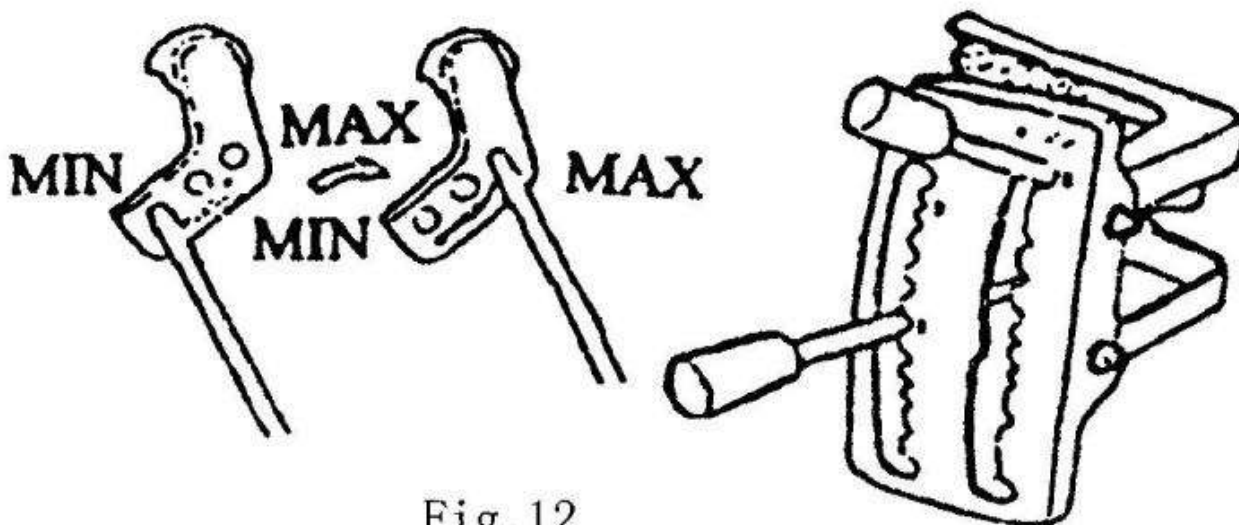

Fig. 12
2) Rozpylanie. Ustaw wielkość wypływu przestawiając czarną dźwignię rozpylania w jedną z trzech pozycji. Patrz rys.12.